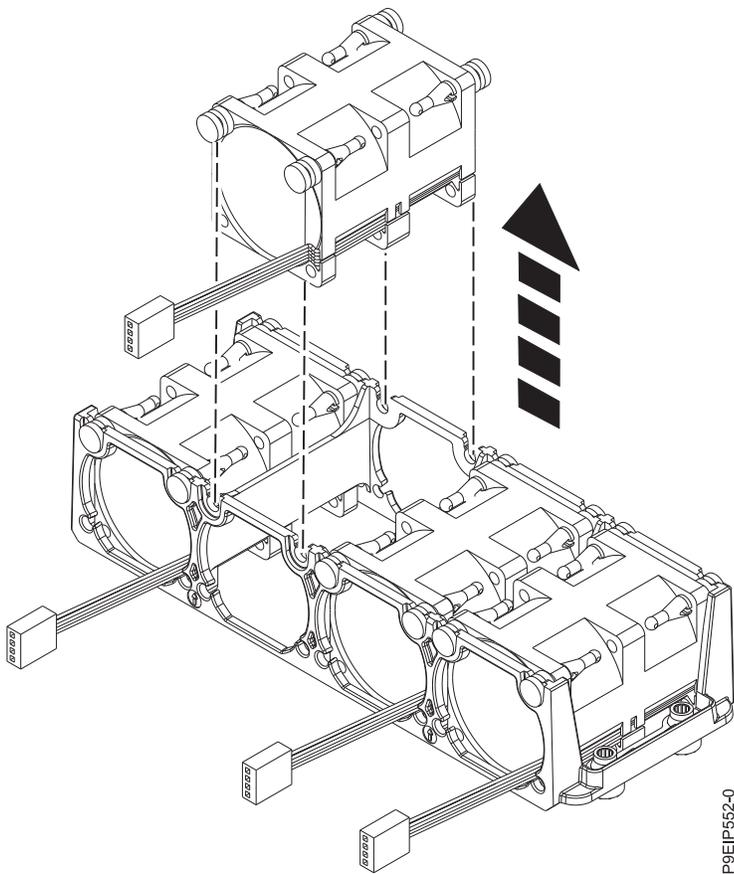

図 14. ファンの取り外し
3. ホルダーからファンを押し上げます (20 ページの図 14 を参照)。